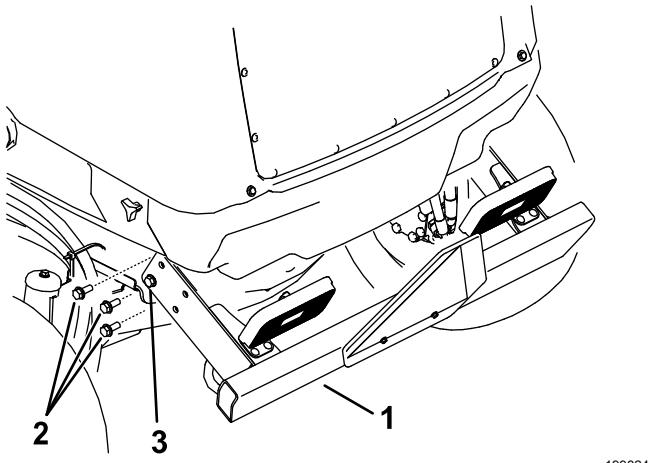

Figure 112
- Retirez les 3 vis à embase de chaque côté du pare-chocs arrière, comme montré à la Figure 112.
6. Levez le pare-chocs arrière en position et insérez les vis à embase. Serrez toutes les vis à embase qui fixent le pare-chocs arrière au cadre (Figure 112).